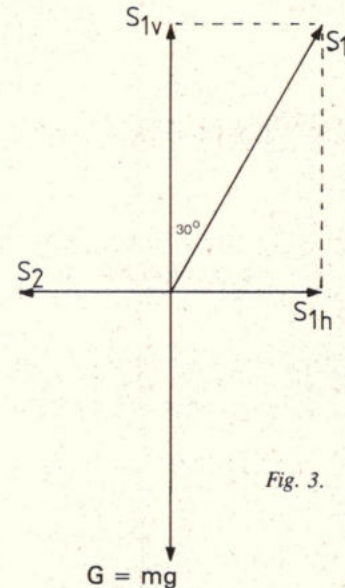

Fig. 3.
a. In het punt A bestaat evenwicht van krachten, zie fig. 3. De kracht G wordt gecompenseerd door de verticale component van S_1 , de spanning in het ophangkoord. Deze verticale component is dus 70N. Dan is S_1 zelf gelijk aan $140/\sqrt{3}$ N en de horizontale component is gelijk aan $70/\sqrt{3}$ N. Deze laatste wordt gecompenseerd door de spanning in het horizontale koord; die is dus ook $70/\sqrt{3}$ N.